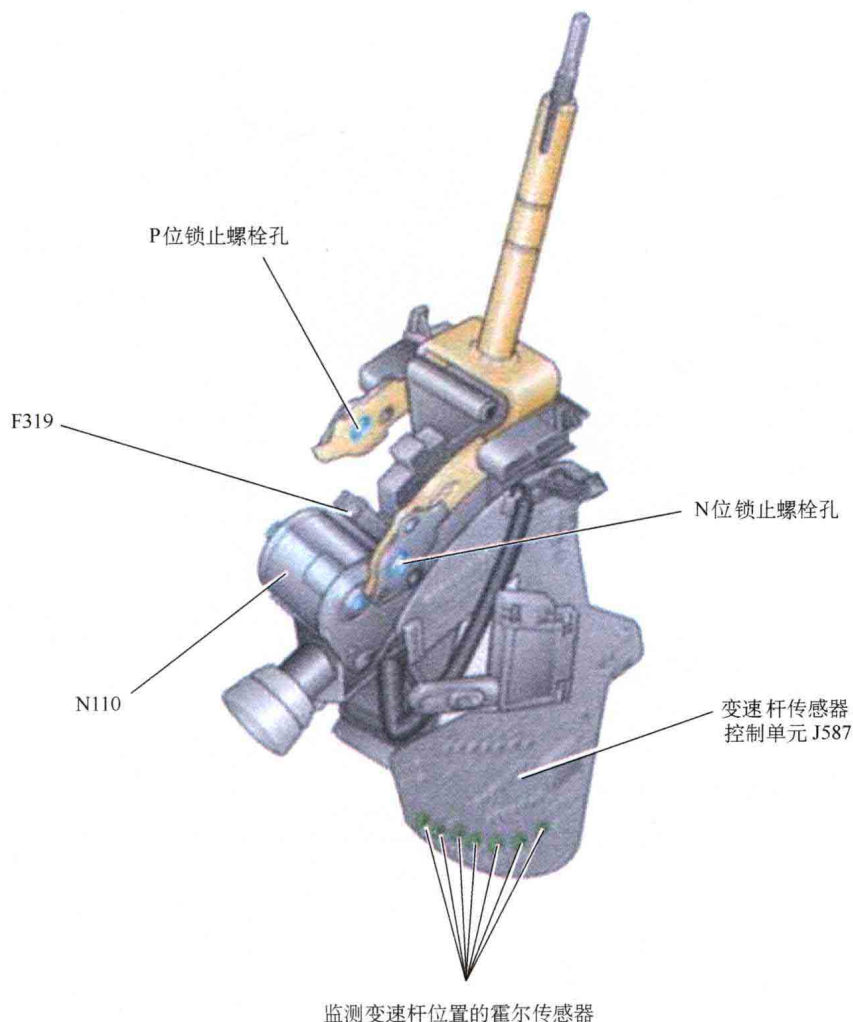

图2-3 变速杆元件
1) 变速杆传感器系统控制模块J587。变速杆上的各个霍尔传感器输入该单元记录变速杆位置，并通过CAN总线把变速杆的这些位置传送给变速器的机电控制装置，如图2-3所示。